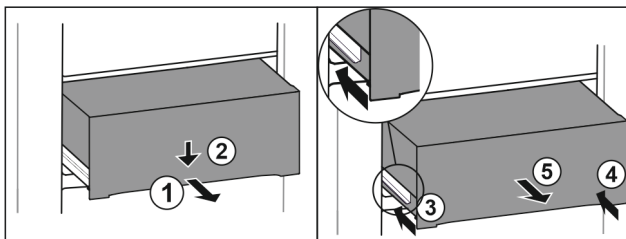

Fig. 89
- Tirer le tiroir jusqu'à mi-chemin. Fig. 89 (1)
- Appuyer sur l'avant du tiroir vers le bas. Fig. 89 (2)
- Insérer le rail gauche d'env. 2 cm. Fig. 89 (3)
- Insérer le rail droit d'env. 2 cm. Fig. 89 (4)
- Retirer le tiroir par l'avant. Fig. 89 (5)